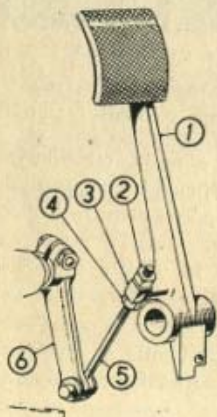

Fig. 24. - Regolazione del gioco del pedale della frizione.
Per far ciò è necessario svitare di quanto occorre il dado (4), quindi bloccare il puntone sul perno di comando (3), serrando il dado (2), quindi riavvitare il dado (4) (vedi fig. 24).